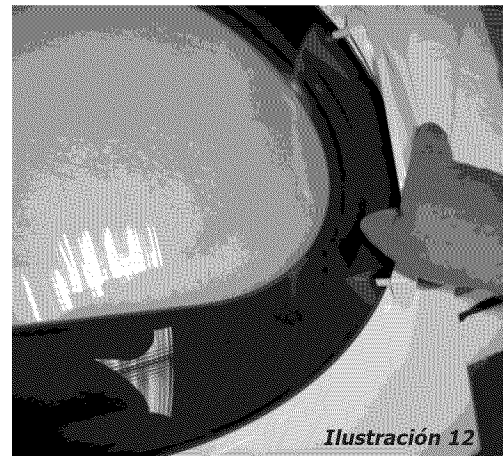

Ilustración 12
- 18 Re-instale la manija de la Puerta, haciendo pasar los pernos de montaje de la misma, a través de los agujeros en el vidrio y anillo y colocando tornillos a través del panel interior de la Puerta y apretándolos en los pernos de la manija. (Ilustración 12)